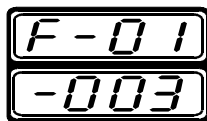

Рис. 10
8.2.3. Для просмотра значений **коррекций** измеряемых величин, установите прибор в режим **“ПРОСМОТР”**, выберите название параметра “F-XX”, при этом на верхнем цифровом индикаторе отобразится номер параметра “F-01”, а на нижнем его значение. Порядковый номер параметра F-XX соответствует номеру канала измерения, в который вводится коррекция. Пример состояния цифрового индикатора приведен на рис. 10.